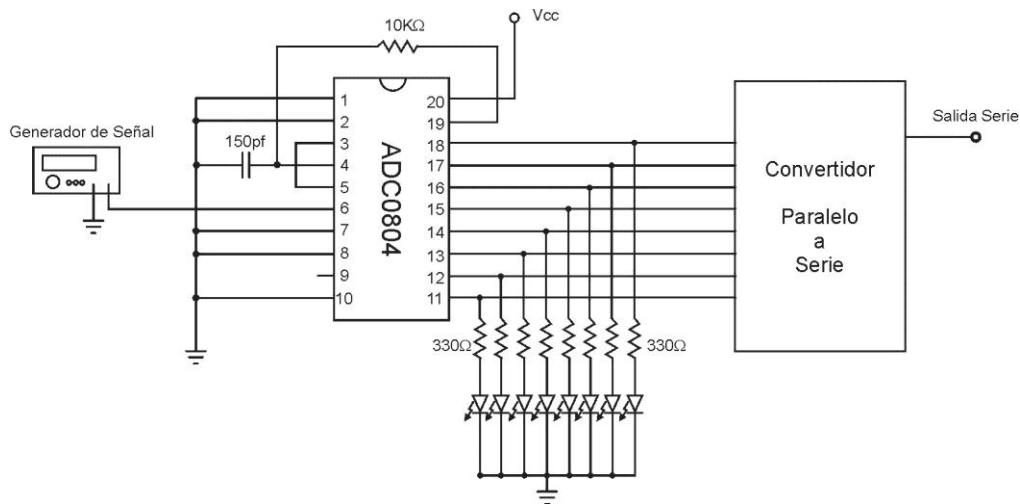

Figura 2: Circuito convertidor A/D en modo de conversión libre.
- 1.- Arme el circuito de la Figura 2.
- Investigue que cambios son necesarios en el circuito de la Figura 2 para realizar conversiones de escala completa en un rango de voltaje de entrada distinto a 0 ~ 5 volts. Tome en cuenta que no se pueden hacer conversiones de voltajes inferiores a referencia (0V) ni voltajes superiores a Vcc. Utilice la hoja de datos del fabricante como referencia (Pista: investigue el funcionamiento de la terminal $V_{REF/2}$)